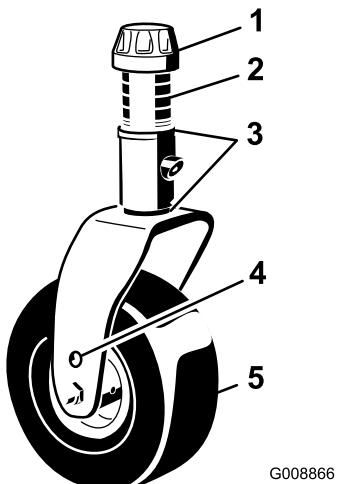
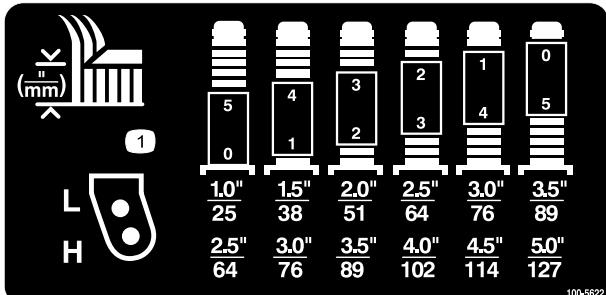

Figure 7
Figure 8
2. Placez les essieux des roues pivotantes dans les mêmes trous sur les deux fourches. Pour choisir les trous corrects pour la hauteur de coupe requise, reportez-vous à la Figure 7 et la Figure 8.
3. Enlevez le chapeau de tension de l'axe de pivot (Figure 7) et sortez l'axe du bras pivotant. Replacez les 2 cales (3 mm) sur l'axe de pivot dans leur position d'origine. Elles sont requises pour que les plateaux de coupe soient parfaitement de niveau sur toute la largeur. Placez le nombre requis d'entretoises de 13 mm sur l'axe de pivot pour obtenir la hauteur de coupe voulue, puis ajoutez la rondelle.
Pour déterminer les combinaisons d'entretoises requises pour les différentes hauteurs de coupe, reportez-vous à la Figure 8.